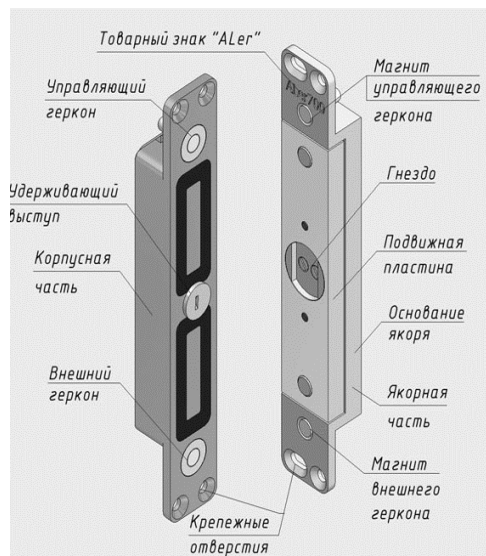

Рис.1
4.1 ЗАМОК состоит из корпусной и якорной частей. При закрытии двери подвижная пластина якорной части притягивается к рабочей поверхности корпусной части, при этом удерживающий выступ на корпусе входит в соответствующее гнездо пластины якоря и запирает дверь (рисунок 1). Усилие удержания двери в закрытом положении при попытке взлома первоначально определяется усилием сдвига пластины якорной части относительно корпусной, а затем (после преодоления этого усилия) конструктивными размерами удерживающих выступов.
5.2 Для монтажа якорной части в дверном полотне симметрично кромкам двери подготавливается гнездо шириной не менее 32 мм и глубиной не менее 25 мм. Подвижная пластина якоря не должна касаться стенок гнезда при любом положении якоря. Якорная часть замка вертикального исполнения должна быть сориентирована в гнезде по установочной метке в виде товарного знака «ALeT» направлением вверх (рисунок 1).